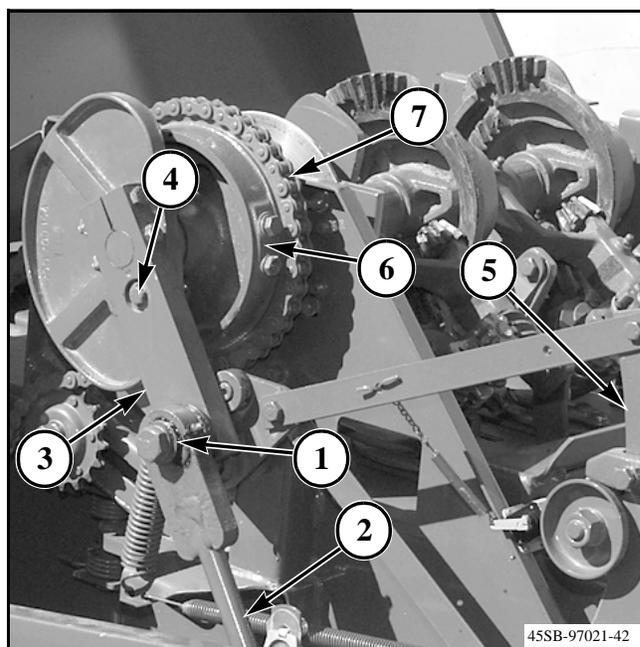

FIG. 46
FIG. 46: Quite el tornillo de cabeza, la arandela de seguridad y la arandela plana templada (1) que sujetan la varilla de accionamiento de la aguja (2) al brazo de impulsión de la aguja (3). Quite los casquillos mecánicos y los casquillos de la varilla de accionamiento de la aguja.